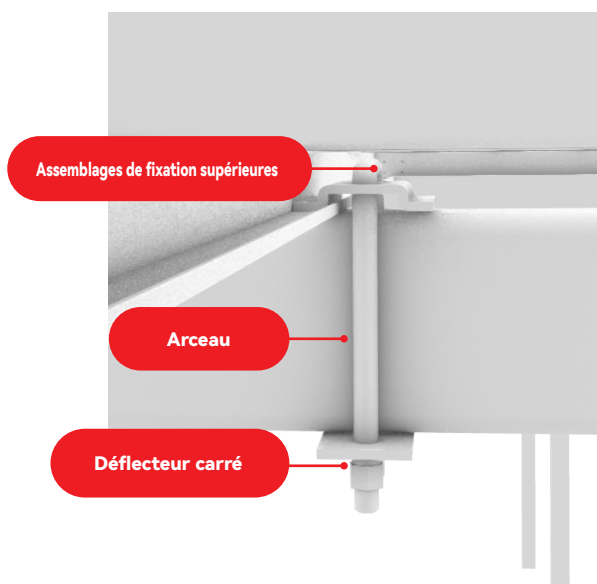
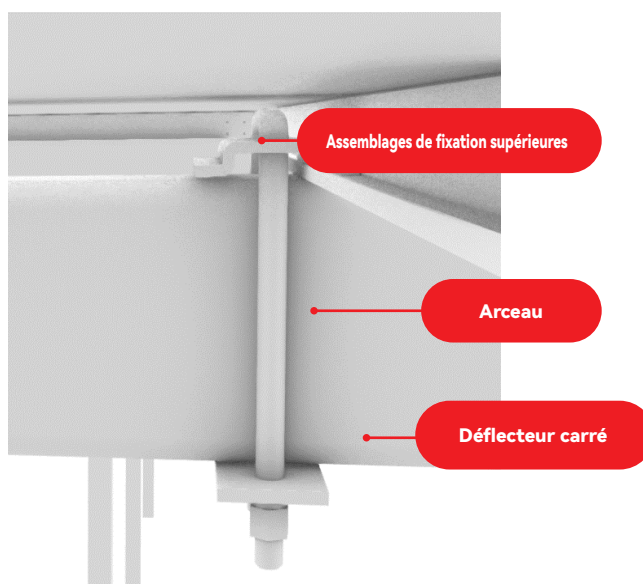

FIGURE 9
FIGURE 10
④ Après avoir déterminé la position du produit, commencez à installer les ensembles de fixation sur le côté gauche au-dessus du produit (Figure 9), placez les ensembles de fixation supérieurs à l'endroit où la deuxième rangée de pannes entre en contact avec le produit, placez le déflecteur carré à l'ouverture de l'arceau, serrez l'écrou et fixez le produit sur la panne, et installez les ensembles de fixation supérieurs de droite de la même manière (Figure 10) ;